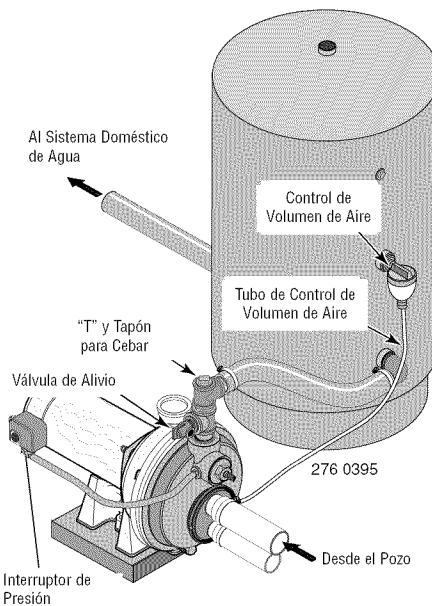

Figura 13: Conexiones para Tanque Estándar
CONEXIÓN PARA TANQUE ESTÁNDAR (Figura 13)
- Retire el tapón de la tubería de 1/8" de NPT del orificio del Control de Volumen de Aire (CVA) de la bomba (vea la Figura 13). Instale una tubería desde el orificio de CVA de la bomba hacia el orificio en el CVA montado en el tanque. Vea mayores detalles en las instrucciones incluidas con el tanque y en el CVA.